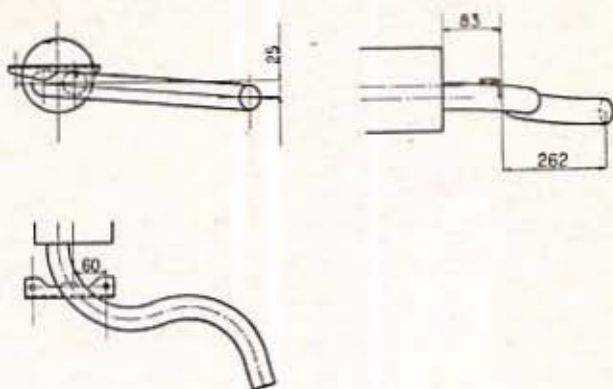

Fig. 16. — Cotes de soudures du support de tuyau
b) le support de suspension n° PD 1754.10 sur le tuyau contre-coudé, en respectant les cotes indiquées par la figure 16.